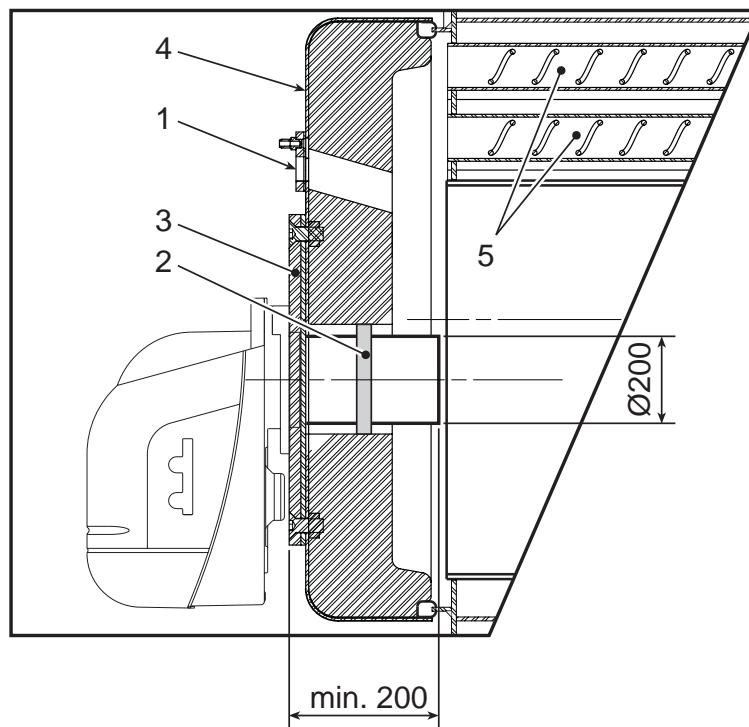

fig. 3
2.2 Raccordement du brûleur (fig. 3)